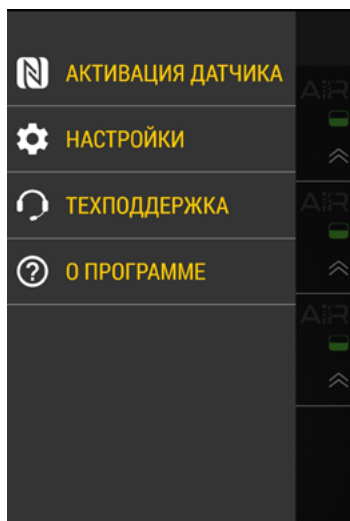
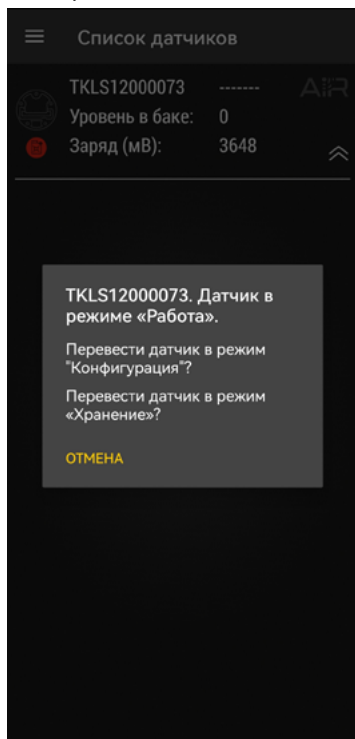
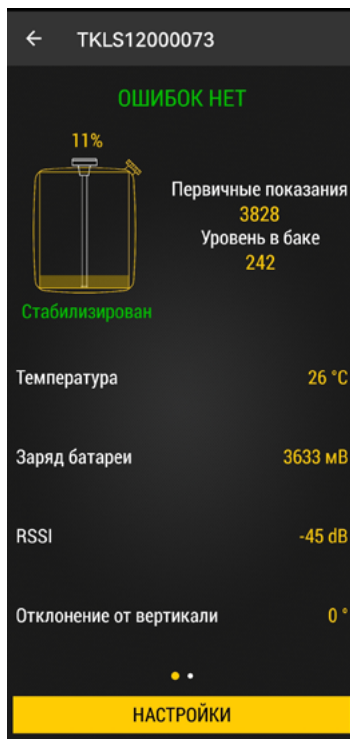
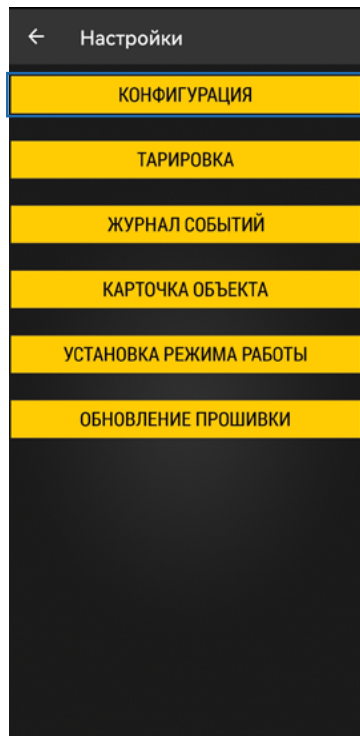

Рис.7. Активация датчика
Рис.10. Выбор режима
Рис.11. Рабочий экран
Рис.12. Главное меню
- Далее выберите «Активация датчика» (**Рис.7**).
- Для изменения параметров работы датчика, находящегося в режиме «Работа» переведите датчик в режим «Конфигурация». Для этого откройте приложение и перейдите в меню «Активация датчика» (Рис.7). Далее поднесите NFC сканер мобильного устройства к датчику и в приложении выберите режим «Конфигурация» (Рис.10). На рабочем экране приложения появятся показания датчика (Рис.11). Если подключение датчика к мобильному устройству выполняется впервые или пароль датчика не совпадает с сохраненным в мобильном устройстве, то перед изменением режима работы датчика, приложение попросит ввести его пароль.
- На рабочем экране (Рис.11) нажмите «Настройки», далее «Конфигурация» (Рис.12). Откроется экран с настройками датчика.